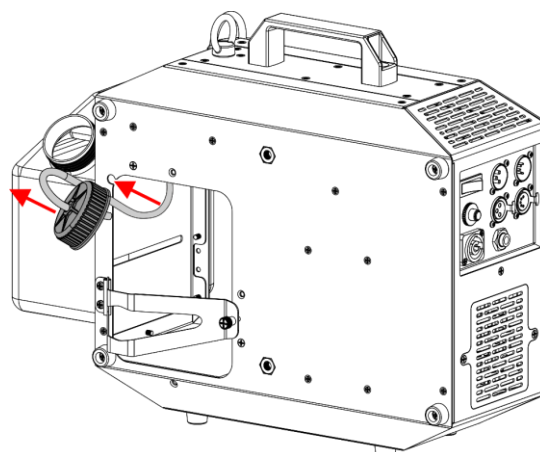

Abb. 17
- 12) Schieben Sie den Gummischlauch und den Deckel auf die Rückseite des Geräts, wie in Abb. 17 gezeigt.